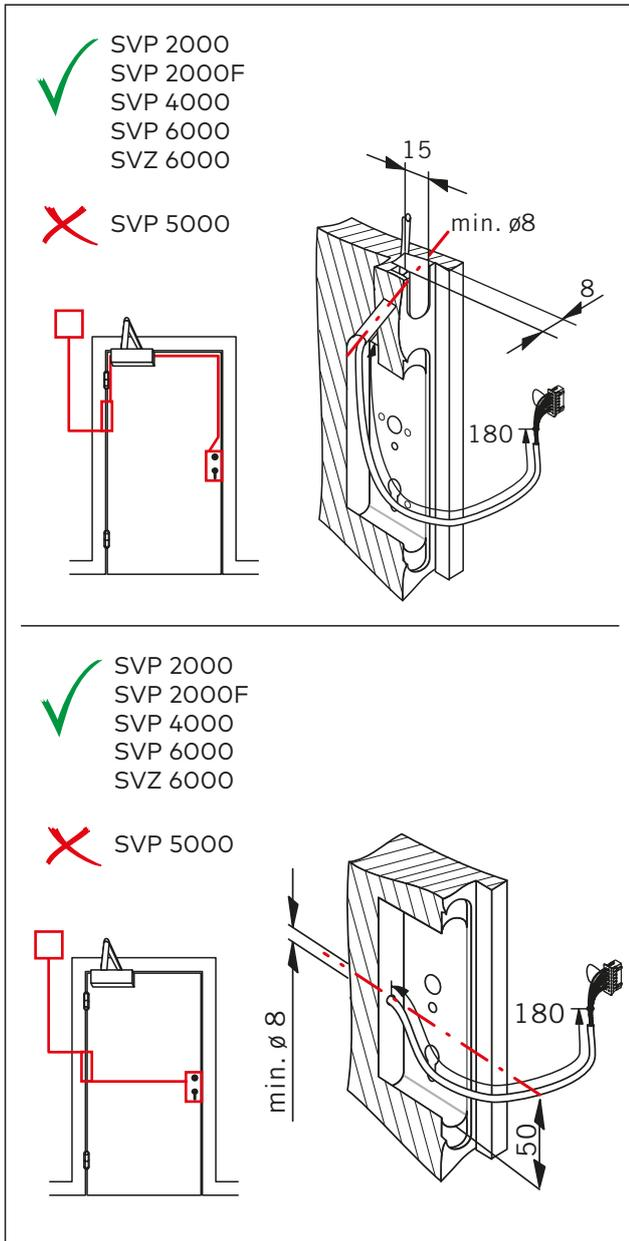

Abb. 14 Ausnehmung und Bohrung im Türblatt für die Verkabelung
5. Den Türdrücker und den Schließzylinder montieren (Abb. 14). Bei den Schlössern SVP 2000/2000F nur die mit dem Schloss gelieferte Schraube für die Befestigung des Zylinders verwenden (DIN EN ISO 7046-1, M5 x (Dornmaß + 5 mm)).